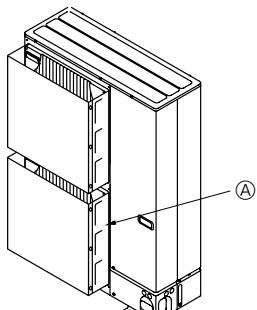

Fig. 2-4
- ② Installeer een optionele luchtgeleider als het apparaat wordt geïnstalleerd op een plaats waar krachtige windstoten bij storm etc. rechtstreeks de luchtauitlaat kunnen binnendringen. (Fig. 2-4)